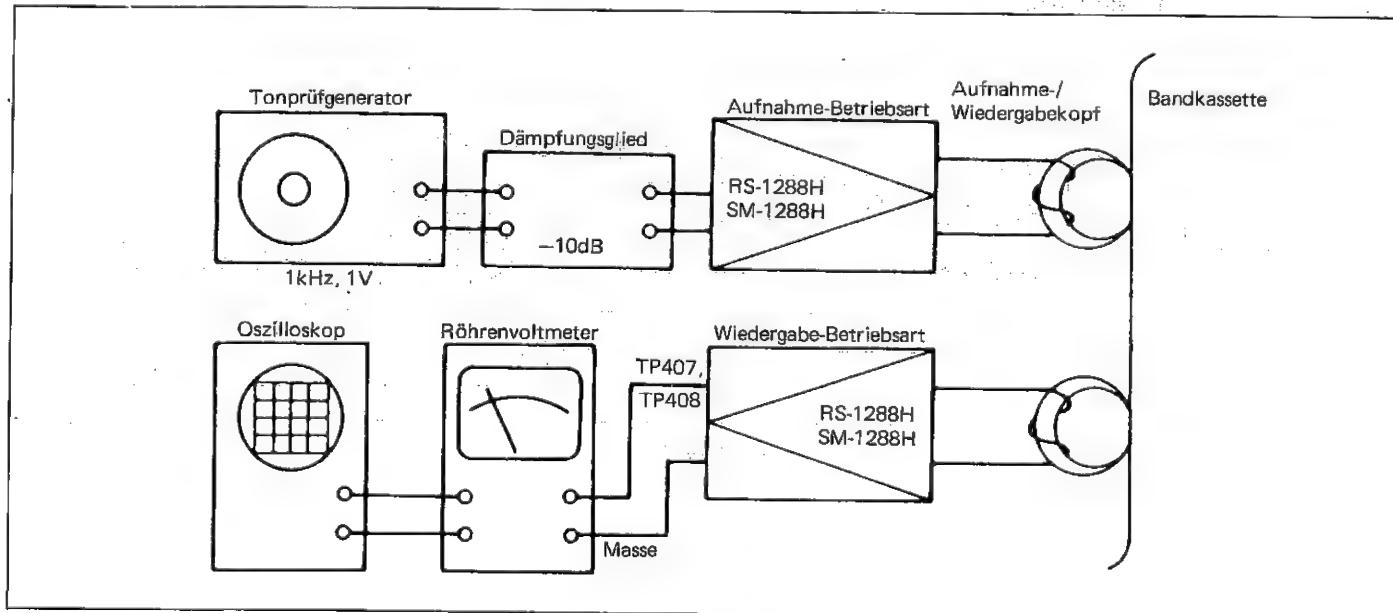

Abbildung 34-2
■ EINSTELLUNG DER AUFNAHME- UND WIEDERGABEEMPFINDLICHKEIT (Siehe Abbildung 34-2.)